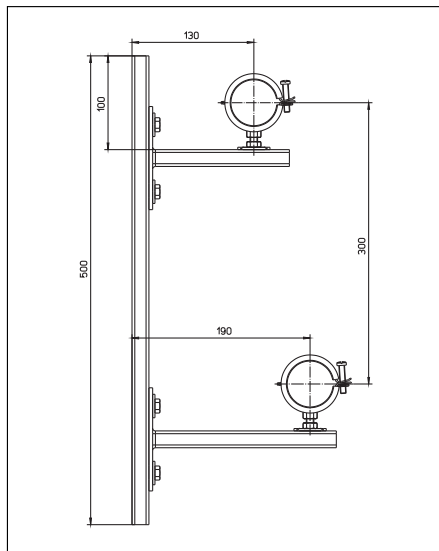

Abb. 5.2: Abmessungen Konsole
- Konsole (Art. Nr. 141 44 90): Zur Befestigung der „Multidis SFI“ Messing-Verteiler (Maße siehe Abb. 5.2).